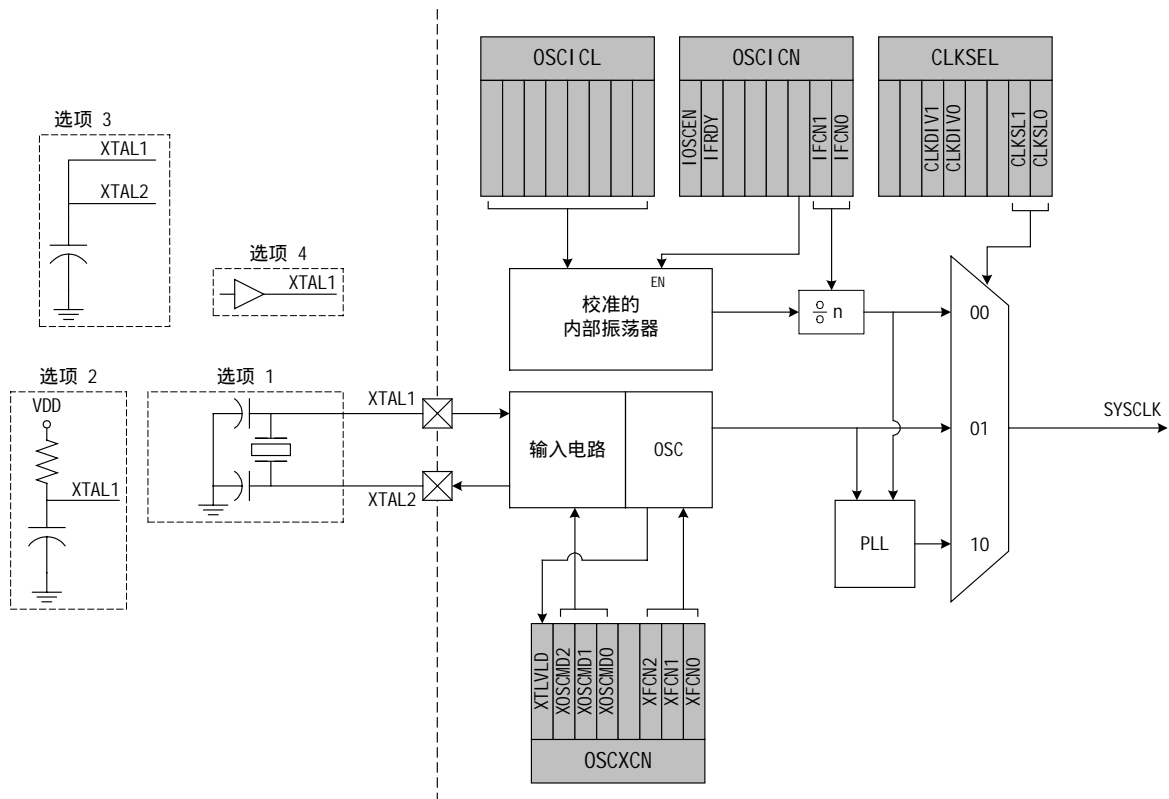

图 14.1 振荡器框图
C8051F12x 和 C8051F13x 器件包含一个内部振荡器和一个外部振荡器驱动电路。可以使用 OSCICN 和 OSCICL 寄存器（如图 14.1 所示）来使能/禁止和校准内部振荡器。系统时钟可以由外部振荡器电路、内部振荡器或片内锁相环（PLL）提供。表 14.1 给出了振荡器电路的电气特性。
外部振荡器电路可以驱动外部晶体、陶瓷谐振器、电容或 RC 网络。也可以使用一个外部 CMOS 时钟提供系统时钟。对于晶体和陶瓷谐振器配置，晶体/陶瓷谐振器必须并接到 XTAL1 和 XTAL2 引脚（见图 14.1，选项 1）。对于 RC、电容或 CMOS 时钟配置，时钟源应接到 XTAL2 和/或 XTAL1 引脚（见图 14.1，选项 2、3、4）。必须在 OSCXCN 寄存器中选择外部振荡器类型，还必须正确选择频率控制位 XFCN（见图 14.5）。
**晶体方式** (电路见图 14.1，选项 1；XOSCND=11x)
**RC 方式** (电路见图 14.1，选项 2；XOSCND=10x)
**C 方式** (电路见图 14.1，选项 3；XOSCND=10x)